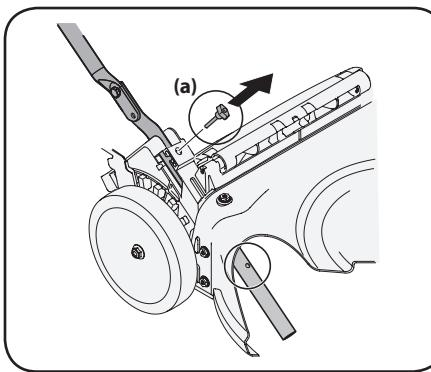

Figure 2-3
4. Retirez les boulons à tête en T (a) des supports du guidon, comme la Figure 2-3.